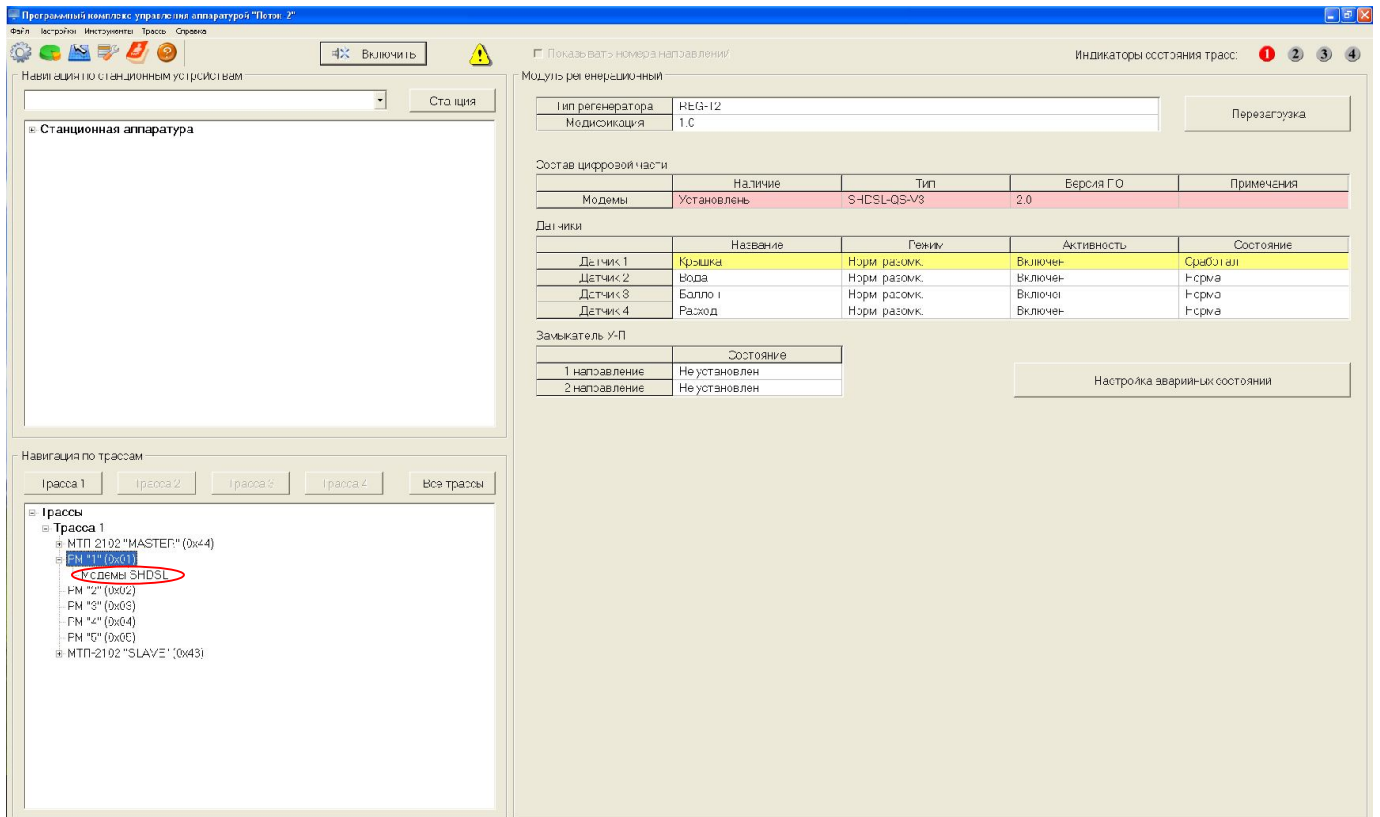
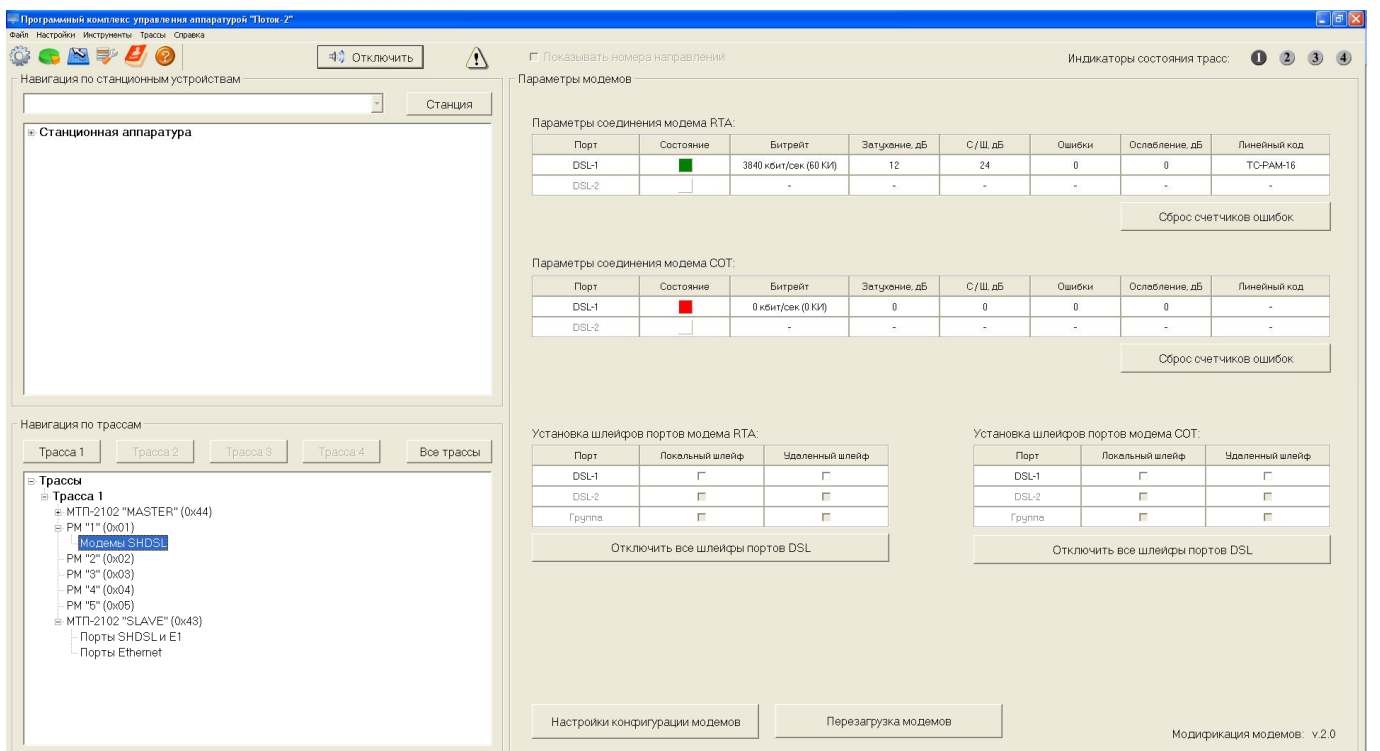

Рисунок 9 – Выбор компонента системы «Модемы SHDSL» (ПО «Поток-2»)
Рисунок 10 – Окно «Параметры модемов» (ПО «Поток-2»)
10.1.8 При выборе с помощью указателя «мыши» элемента «Модемы SHDSL» в поле «Выбор компонента системы» (см. рисунок 9), осуществляется переход в окно «Параметры модемов» (см. рисунок 10).
10.2.1 В таблицах «Параметры соединения модема RTA» и «Параметры соединения модема COT» имеется поле «Состояние» для портов DSL-1, DSL-2 (см. рисунок 10). В поле «Состояние» отображается индикатор состояния порта. При этом индикатор состояния может иметь различные цвета.
10.4.7 При нажатии кнопки «Отключить все шлейфы портов DSL» (см. рисунок 10) появляется окно «Сброс шлейфов», которое изображено на рисунке 14.
10.5.1.1 При нажатии на кнопку «Настройки конфигурации модемов» в ПО «Поток-2» (см. рисунок 10), появляется окно, которое изображено на рисунке 15.